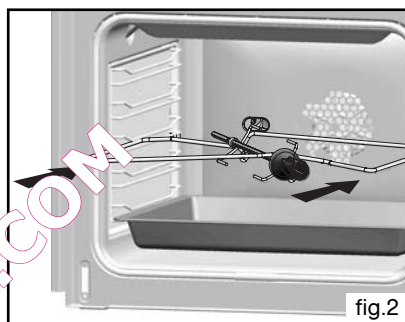

fig.2
- **Plat multi usages 20 mm (fig.2)**
- disposez le plat multi-usages au gradin N°1 pour recueillir les jus de cuisson ou sur la sole si la pièce à rôtir est trop grosse (fig.2).
- placez la broche sur son berceau (fig.2).